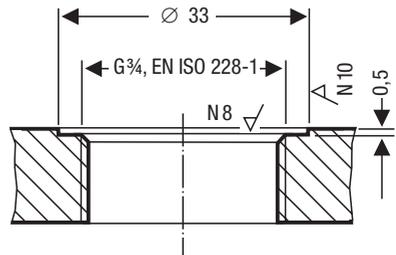
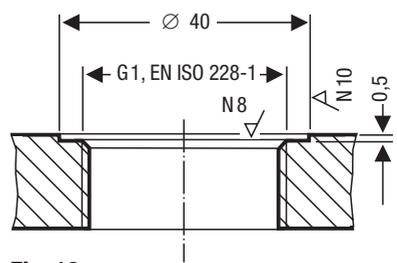

Fig. 7
Fig. 12
1. Dichtflächen prüfen. **Fig. 7, Fig. 12**
- Die Dichtflächen vom Behältergewindestutzen oder Flanschdeckel müssen gemäß **Fig. 7, Fig. 12** technisch einwandfrei bearbeitet sein!